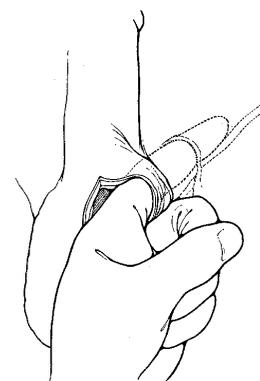

Figura 4-15a. Criar a abertura
1. Crie uma abertura na fáscia transversal através do anel inguinal externo (**figura 4-15a**). Esta abertura proporciona acesso ao espaço pré-vesical. A utilização do mini retrator Deaver fornecido no Kit retrator SKW poderá facilitar o acesso ao anel inguinal e ao espaço pré-vesical. O Deaver é colocado no anel inguinal e puxado na direção da cabeça, revelando o anel inguinal. Assim que a bolsa seja criada no espaço pré-vesical, utilize o dedo para colocar o reservatório no espaço.